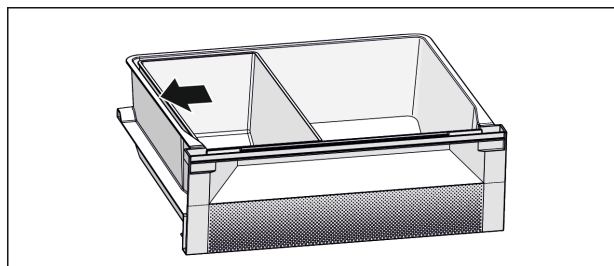

Fig. 6
- ▶ Разместите лоток Fish & Seafood. Изображенная позиция обеспечивает оптимальную функцию охлаждения (см. Fig. 6) .